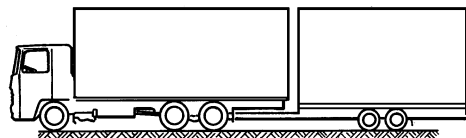

Fig. 4 Veicolo trainante con rimorchio a timone rigido
- **sbloccare il freno all'asse anteriore del rimorchio a timone articolato** (fig. 4)
Per l'agganciamento di un rimorchio a timone rigido (v. fig. 4) osservare quanto segue: